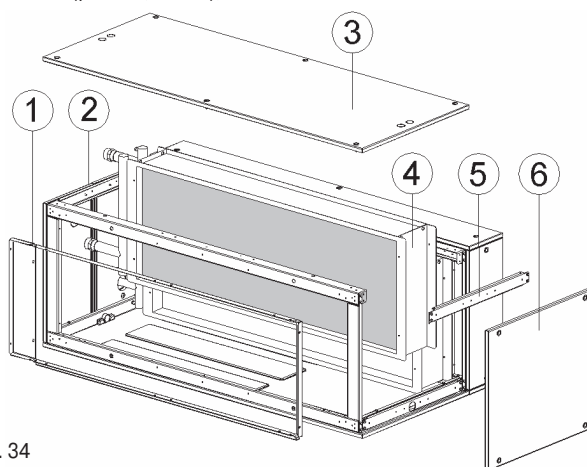

Рис. 34
- Снимите верхнюю и боковые панели (рис. 34, поз. 2, 3 и 6);
- Удалите держатель (рис. 34, поз. 5); у типоразмеров 078+150 необходимо также удалить центральный держатель.
- Выкрутите винты, которыми теплообменник (рис. 34, поз. 4) крепится к держателю (рис. 34, поз. 1), и извлеките теплообменник.